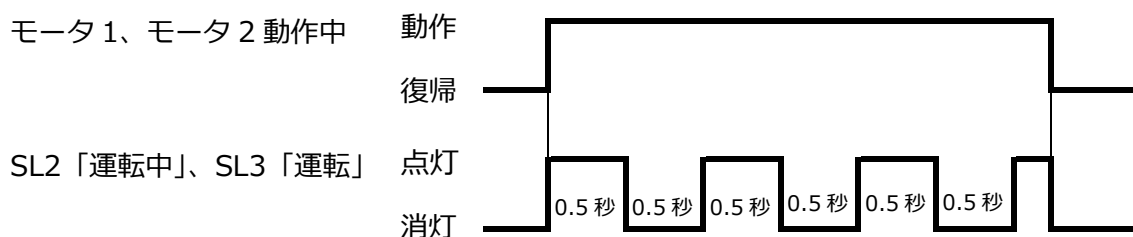

図 1 モータ 1、モータ 2 動作中における SL2「運転中」、SL3「運転」の ON/OFF タイムチャート
- ④ モータ 1 が正回転中、“手動 OFF”を押すと、“加湿用送風機ファン用タイマ”で指定された秒数経過後、モータ 1 は停止する。
- ① 手動運転中に COS「自動」に切り替わった時の条件を以下に示す。
- ② LS1「FULL」が ON のとき、モータ 2 は回転しない。
- ③ LS2「LOW」が ON のとき、モータ 1 は回転しない。
- ④ モータ 1 が正回転中、指定速度の変更は可能とする。
- ⑤ モータ 2 回転中、“ポンプ選択中”が OFF するとモータ 2 は直ちに停止する。
- ⑥ モータ 1 回転中、“ファン選択中”が OFF するとモータ 1 は直ちに停止する。
- ⑦ 手動運転中の SL の表示を以下に示す。
- ・ モータ回転中は、図 1 に示すように SL2「運転中」、SL3「運転」が 0.5 秒間隔で点滅する。
- ⑧ 異常検出中の条件を以下に示す。